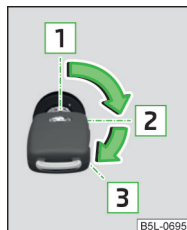

Fig. 89
**Bilnøglen positioner i tændingslåsen » Fig. 89**
- Drej nøglen til position **1** » Fig. 89 på side 74.